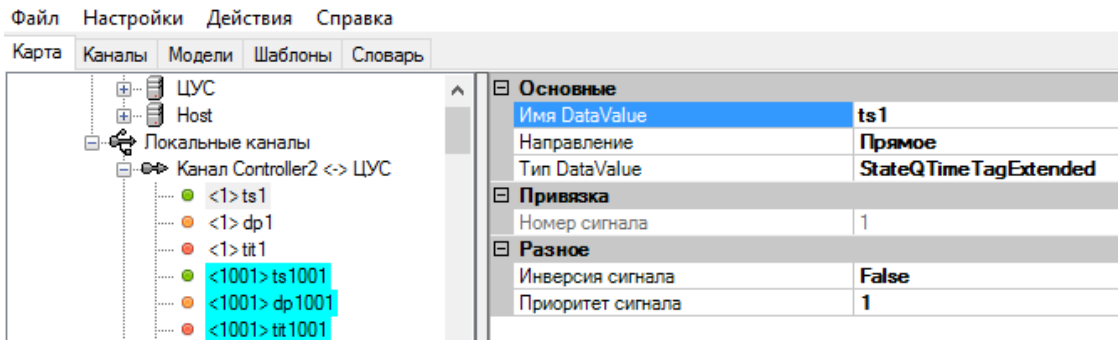

Рисунок 265. Настройки ТС в протоколе ICCP
- StateQTimeTagExtended используется для передачи сигналов типа TS (см. Рисунок 265).